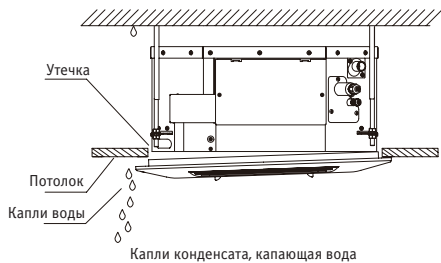

Рис. 5.16
- Если винты затянуты недостаточно сильно, возможны течи воздуха и воды. См. рис. 5.16.